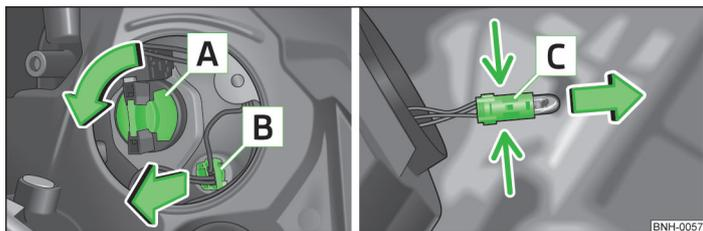

Fig. 128 Remplacement des ampoules pour les feux de route, de jour et de position
- Faire tourner la douille de l'ampoule **[A]** » fig. 128 en sens **antihoraire** jusqu'en butée et la faire sortir.
- Sortir de la douille **[C]** » fig. 128 avec l'ampoule en effectuant des mouvements de ballotement.